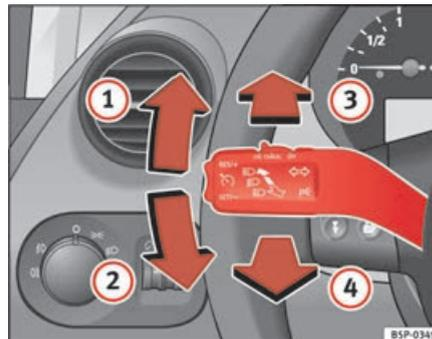

Abb. 78 Blinker und Fernlichthebel
- Drücken Sie den Hebel bis zum Anschlag nach oben  **Abb. 78** , um **rechts** zu blinken, bzw. nach unten , um **links** zu blinken.
- Drücken Sie den Hebel nach vorne ⇒ Seite 120, Abb. 78 , um das Fernlicht einzuschalten.